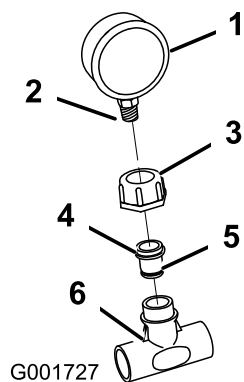

Figure 14
manomètre. À l'aide d'une clé hexagonale, vissez le réducteur sur le manomètre (Figure 14).
14. Montez le manomètre sur le raccord en T en plastique (Figure 14).